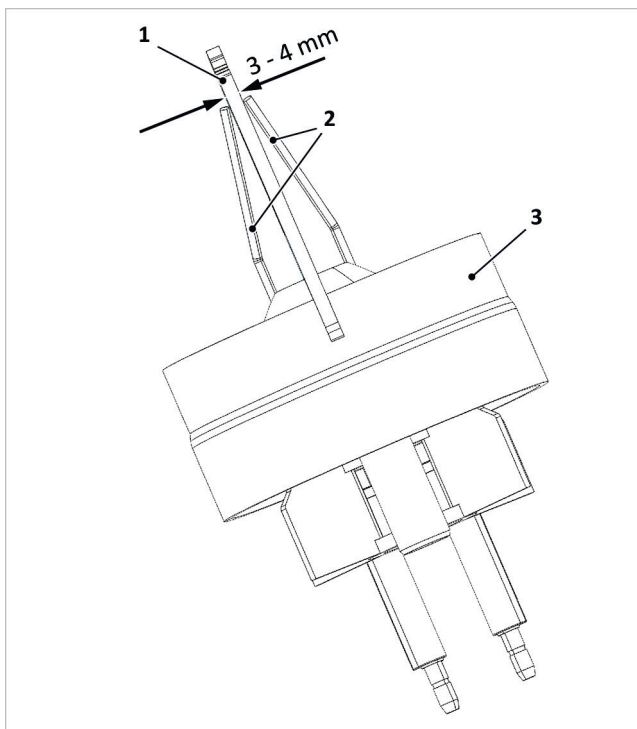

Fig. 119 : contrôle de l'écartement entre les électrodes d'allumage
3. Contrôlez l'écart entre les électrodes $\rightarrow$ conformément à la fig. 119 et corrigez-le prudemment par torsion le cas échéant.